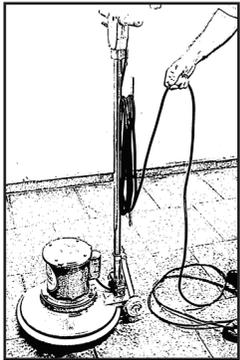

Fig. 4
- 04) Coloque o equipamento novamente em pé e desenrole todo o cabo de alimentação elétrica. (Fig. 4)